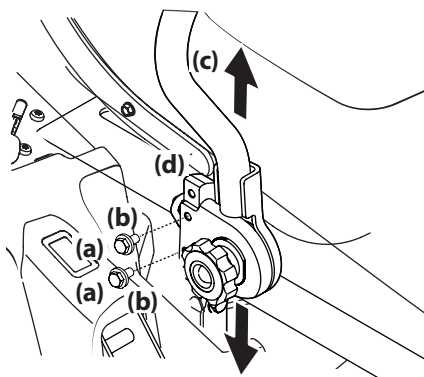

Figure 4-5
- Retirez les boulons (a) et les rondelles plates (b) qui fixent les barres de conduite (c) aux supports pivotants (d). Voir Figure 4-5.